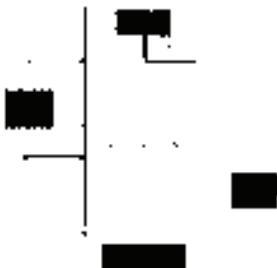

图 11-159 移动阀杆后的图形
5) 移动阀杆：单击“修改”工具栏中的“移动”按钮 $\textcircled{+}$ ，以坐标点(0,0,0)为基点，沿Y轴移动，第二点坐标为(0,43,0)。结果如图11-159所示。